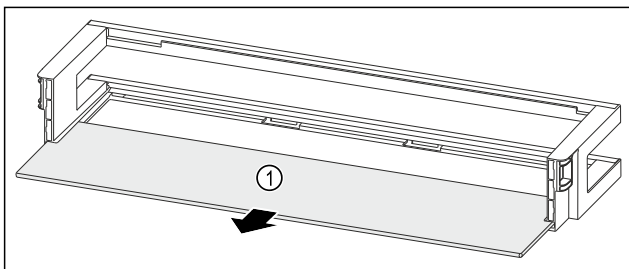

Fig. 50 Deurrek met draagplateau
- ▶ Draagplateau Fig. 50 (1) verwijderen.